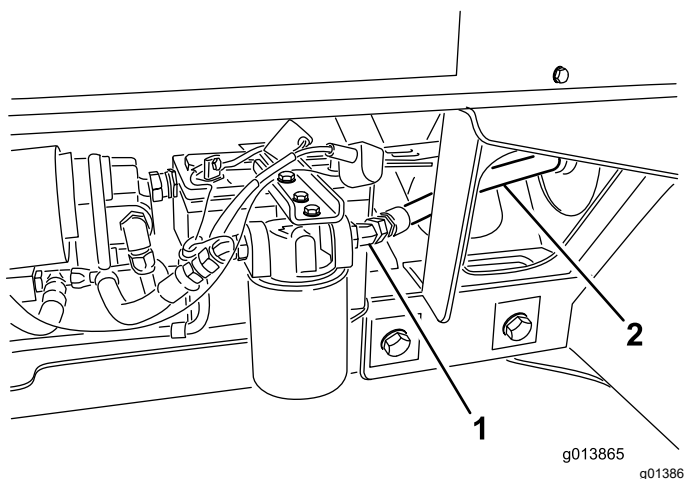

Figura 11
- Collegate il flessibile idraulico n. 3 all'uscita del filtro (Figura 11).